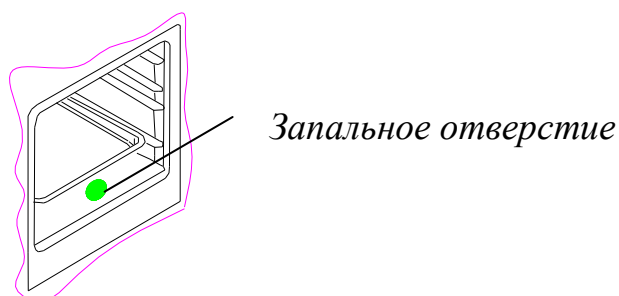

Рис. 6 Розжиг духовки.
- + одновременно с поворотом ручки крана поднести горящую спичку к запальному отверстию в дне духовки (рис. 6);